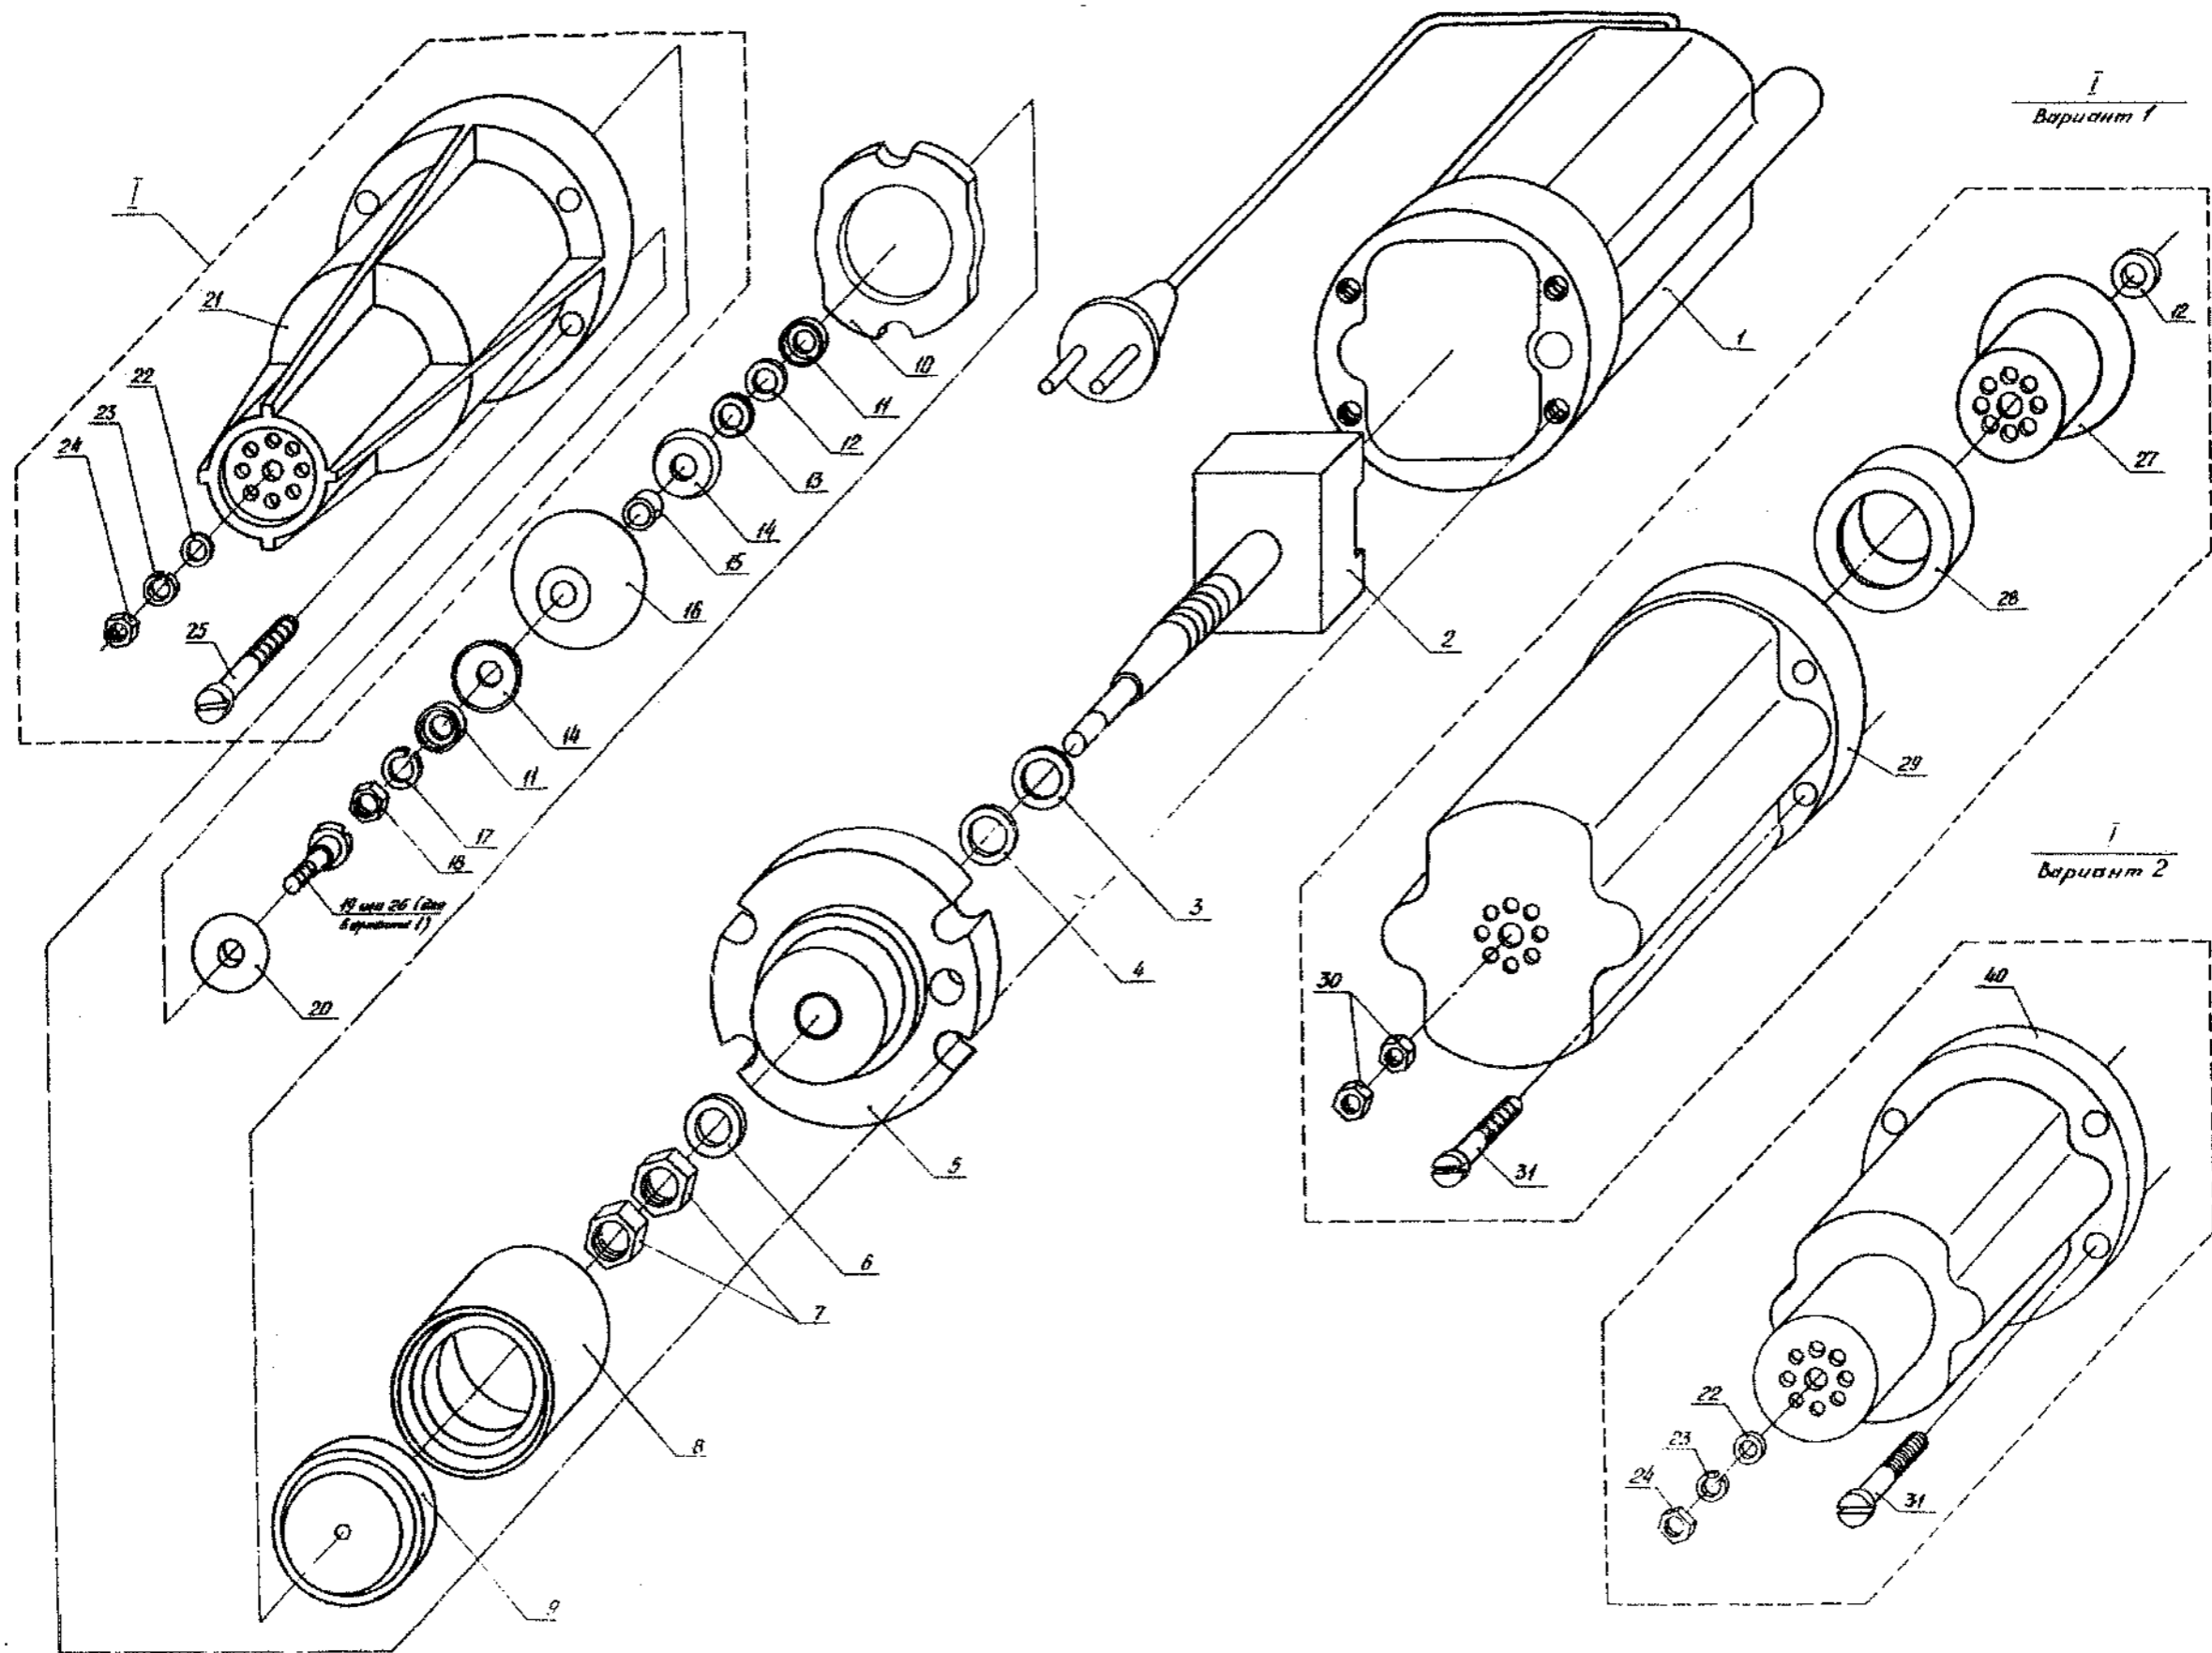

Рисунок 101
1 Замена верхнего корпуса (1, рисунок 101)	<p>Обрежьте электрошнур в месте его срачивания с выводом верхнего корпуса.</p> <p>Отверните четыре винта (25 или 31), снимите верхний корпус и замените его на новый.</p> <p>Сборку производите в обратной последовательности.</p> <p>После сборки зачистите жилы электрошнура и произведите срачивание вывода верхнего корпуса с электрошнуром в соответствии с рисунком 401.</p>
7.3 Регулировку зазора между якорем и сердечником верхнего корпуса производите при помощи шайб (3, 4, 33, 34, рисунок 101) в соответствии с рисунком 402.
Регулировку зазора между поршнем и седлом нижнего корпуса производите при помощи шайб (12, 13 рисунок 101) в соответствии с рисунком 402.